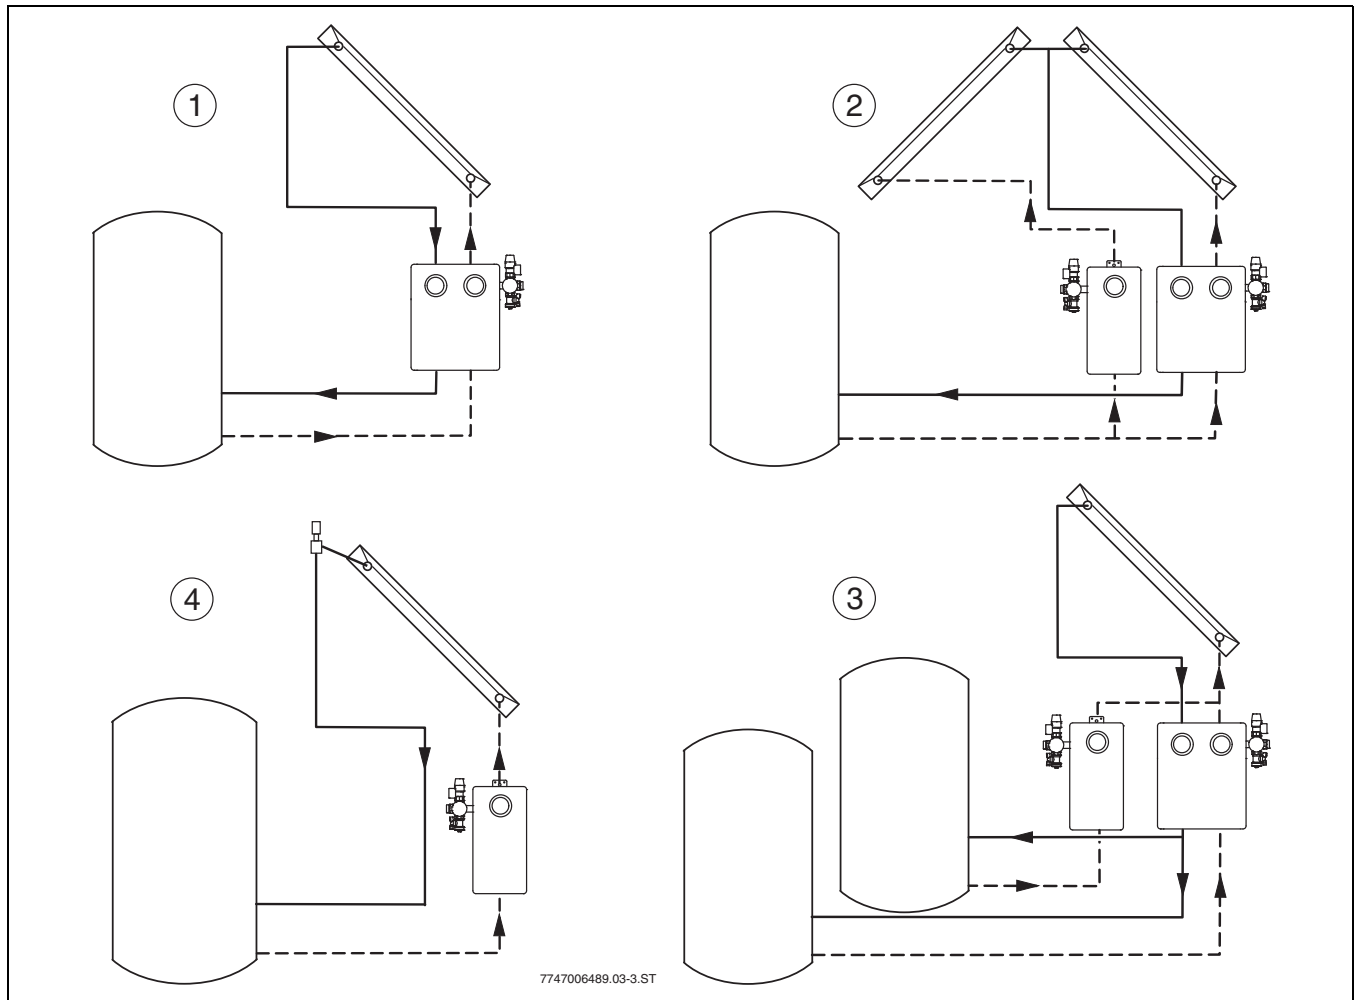

Bild 3 Verschiedene hydraulische Anwendungen
- ▶ Solarstationen nur senkrecht (→ Bild 3) und in Innenräumen montieren.